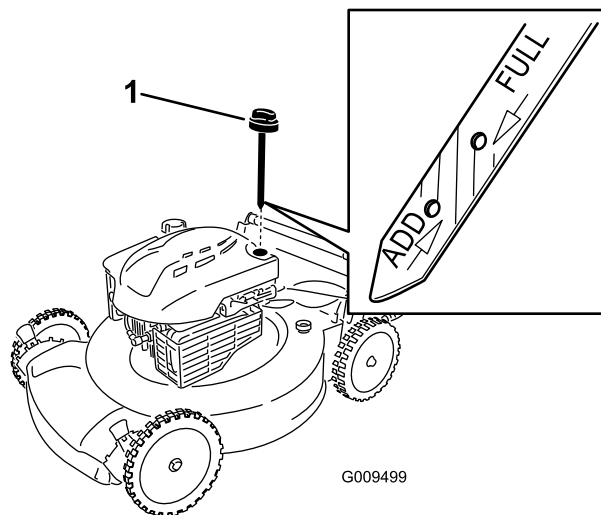

Рисунок 25
3. Извлеките масломерный шуп (Рисунок 25).
10. Определите уровень масла по отметкам на шупе (Рисунок 25).